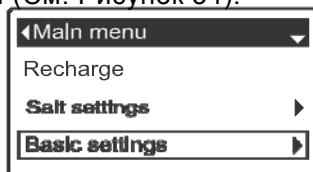

РИС. 34
1. С любого прокручивающегося экрана статуса нажать кнопку ВЫБОР (O) для отображения **Главного меню**.
2. Нажать кнопку ВНИЗ (▼) и прокрутить опции меню до выделения надписи **Базовые установки** (См. Рисунок 34).